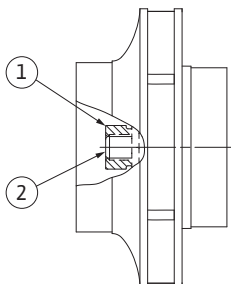

Fig. 52: Poziția corectă a piuliței rotorului după instalare
29. Prindeți arborele (a se vedea pasul 24) și fixați piulița rotorului cu acel cuplu de strângere prevăzut (a se vedea tabelul „Tabelul 11: Cupluri de strângere a șuruburilor” la pagina 53). Piulița (Fig. 52, Poz. 1) trebuie să fie aliniată aproximativ $\pm 0,5$ mm cu capătul arborelui (Fig. 52, Poz. 2). Dacă aceasta nu este aliniată, desfaceți piulița și repetați pașii 25 până la 29.